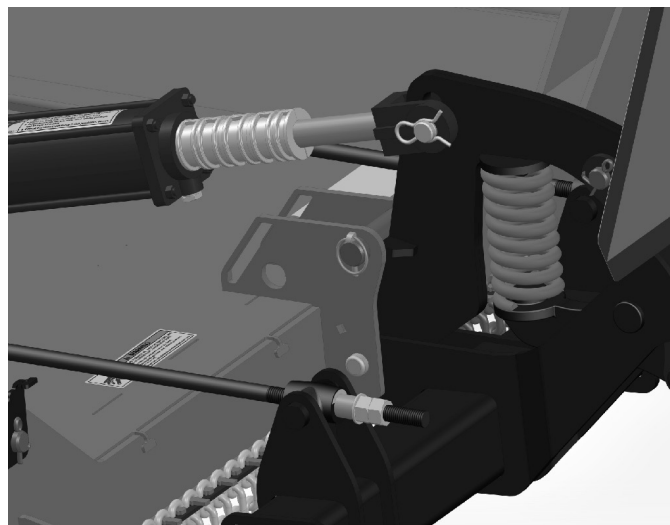

Figura 3. Pino de bloqueio de transporte na posição de transporte
2. Remova o pino de segurança e o pino de bloqueio da posição de armazenamento (figura 3)